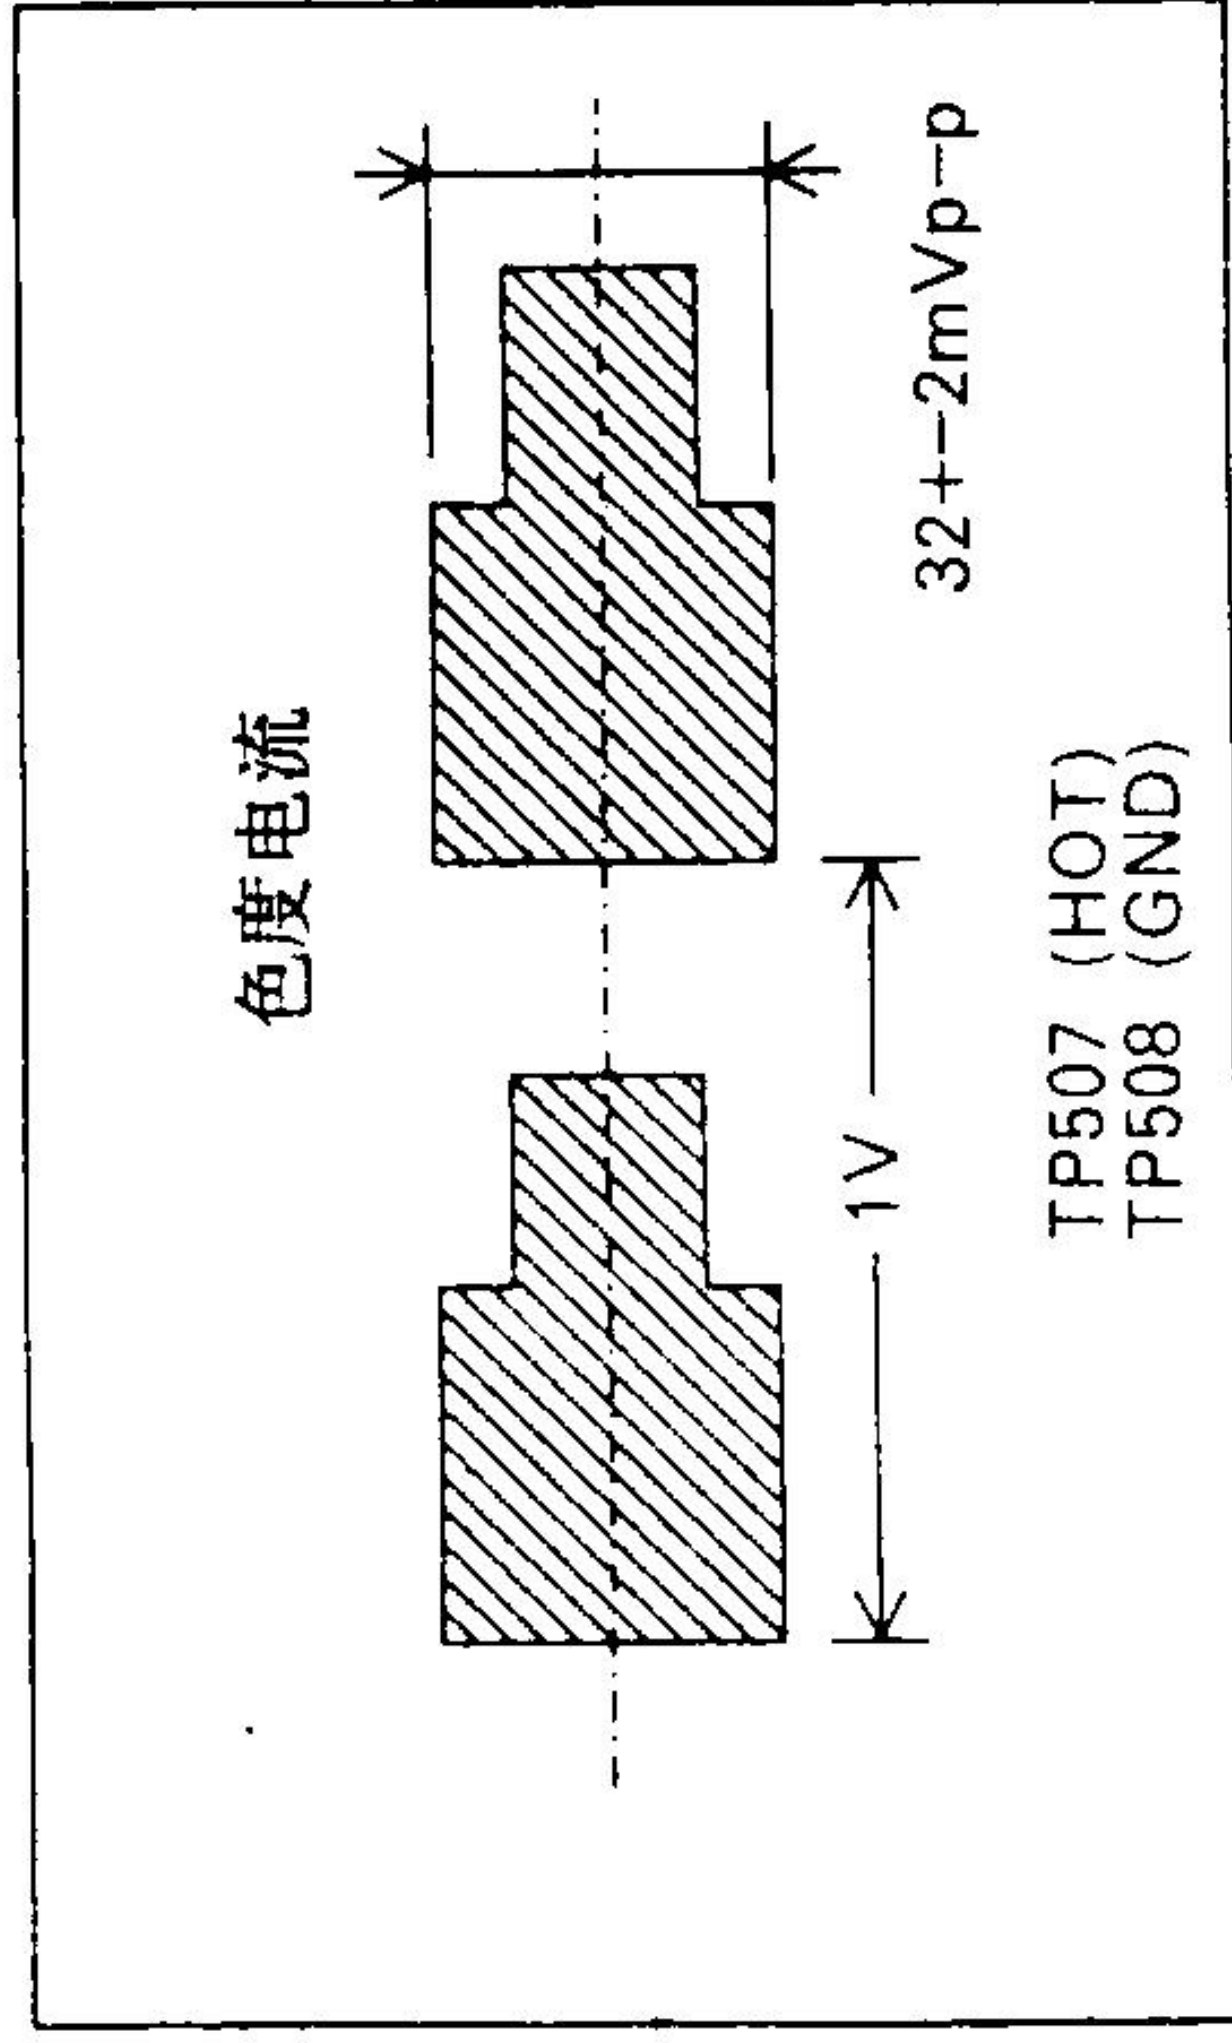

图 E7
4. 调整 V R 502, 使色度记录电流信号波形幅值为 $32 \pm 2\text{mV}_{\text{p-p}}$, 如图E7所示。